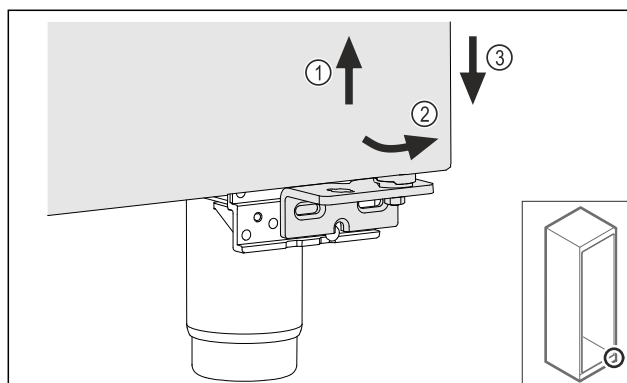

Fig. 20
- Løft døren litt Fig. 20 (1), vipp den fremover på den nedre delen Fig. 20 (2) og senk den ned Fig. 20 (3).